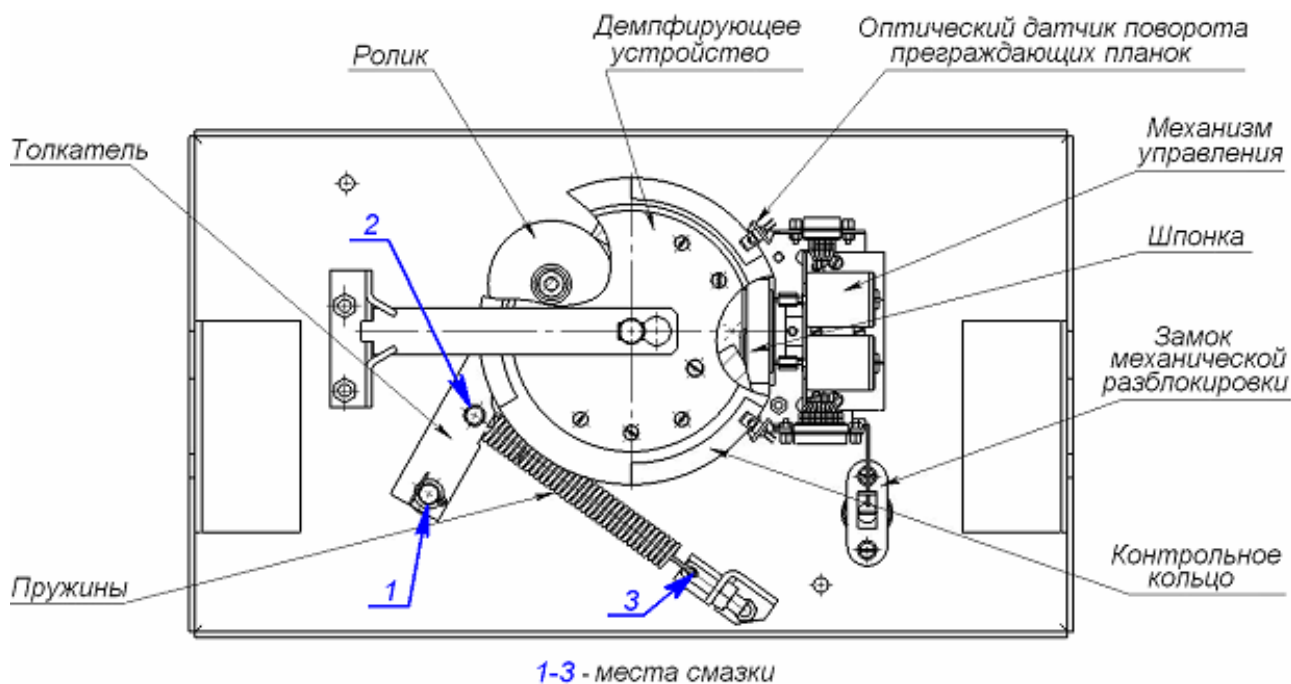

Рисунок 17. Расположение внутренних деталей и узлов механизма турникета
2. Снимите крышку (3) в порядке, указанном в разд. 6;
4. Осмотрите устройство доворота (толкатель, пружины и ролик), оптические датчики поворота преграждающих планок и демпфирующее устройство (см. рис. 17);
- четыре втулки на устройстве доворота – две на оси вращения толкателя и две на оси крепления пружин, а также отверстия в деталях крепления пружин, по две - три капли масла в каждое место смазки (места смазки указаны на рис. 17); не допускайте попадания смазки на поверхность кольца контрольного и на ролик;
- механизмы секретности замка механической разблокировки (7) и замка крышки (4) со стороны замочной скважины;
11. Проверьте крепление преграждающих планок (5), для этого:
- отверните отверткой винт М4×25 крепления крышки (6) и снимите крышку;